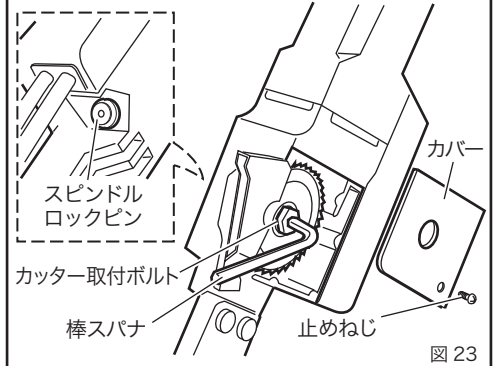

図 23
- ①カバーの止めねじを外し、カバーを取り外します。
- ②スピンドルロックピンを押して、刃物の回転を固定しておきます。
- ③カッター取付けボルトを付属の六角棒スパナで時計方向に回転させて刃物を取り外し、新しい刃物を取り付けます。(図 23)